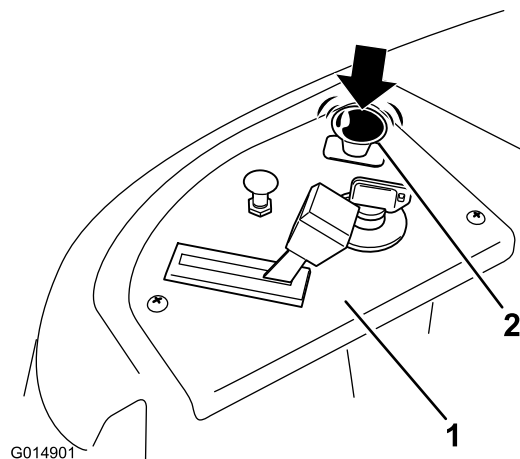

Figura 12
- Disinserite le lame spostando il comando delle lame in posizione Off (Figura 12)